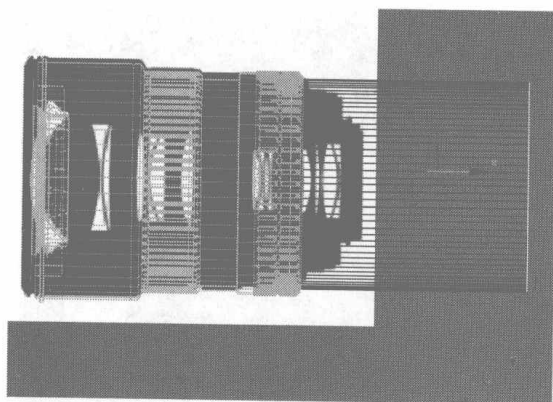
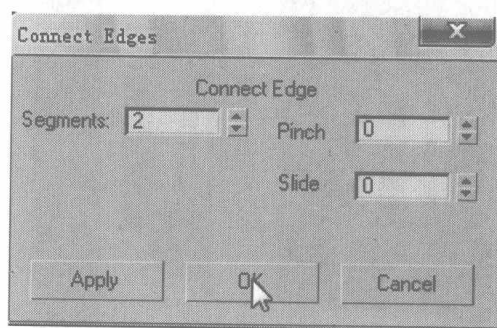

图 6.457
图 6.458
- 70** 切换为面编辑, 将圆柱体两侧的面删除, 再切换为边线编辑, 框选如图 6.457 所示的边线, 在 Edit Edges 卷展栏中单击 **Connect** 右侧的小按钮, 在弹出的对话框中设置添加细分线的参数, 如图 6.458 所示。